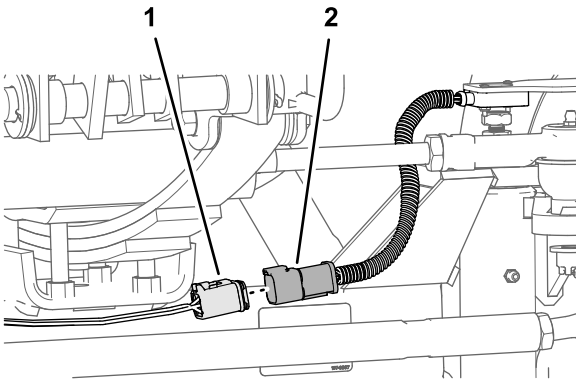

Bild 96
1. Stecken Sie den 6-poligen Anschluss des Radwinkelsensor-Kabelbaums in den 6-poligen Anschluss des Kit-Kabelbaums, der mit WHEEL ANGLE SENSOR [Radwinkelsensor] beschriftet ist (Bild 96).